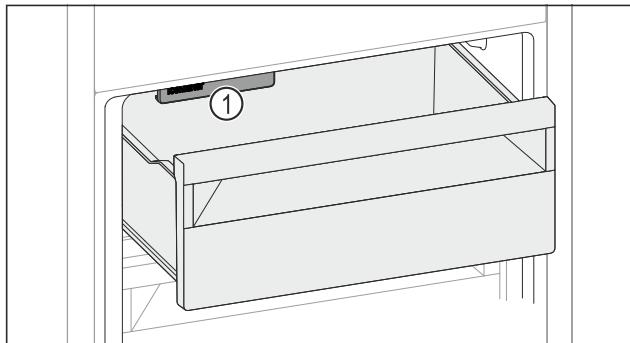

Fig. 101
- Luați în considerare IceMaker Fig. 101 (1).